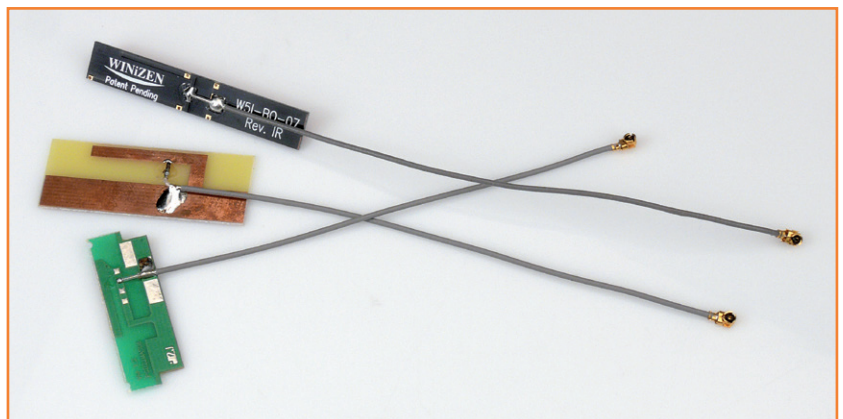

Figure 6.
- démarrez sur le PC l'outil *HIDBootloader* fourni dans l'archive (*Windows*, vous trouverez les versions *Linux* ou *Mac* sur le site de *Microchip*) (**fig. 6**). La carte devrait être détectée instantanément.